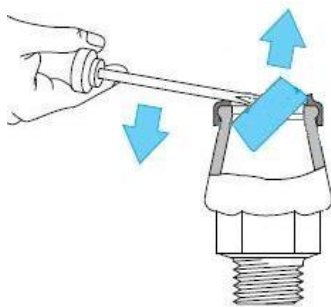

Bild 6
1. Klemmring vorsichtig entfernen (siehe Bild 6).